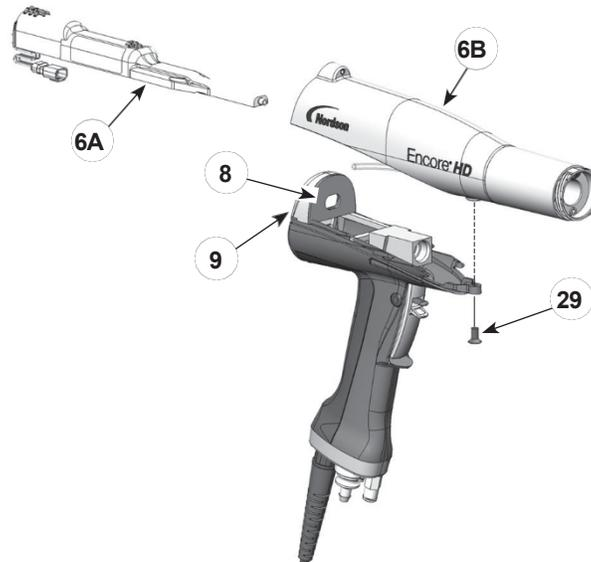

Figura 13 Extracción de la fuente de alimentación del cuerpo de la pistola
1. Véase la figura 13. Deslice la fuente de alimentación (6A) fuera del cuerpo de la pistola (6B).
2. Compruebe la junta (8) de la parte posterior del mamparo (9). Sustitúyala si está dañada. La junta está pegada al mamparo con adhesivo sensible a la presión.